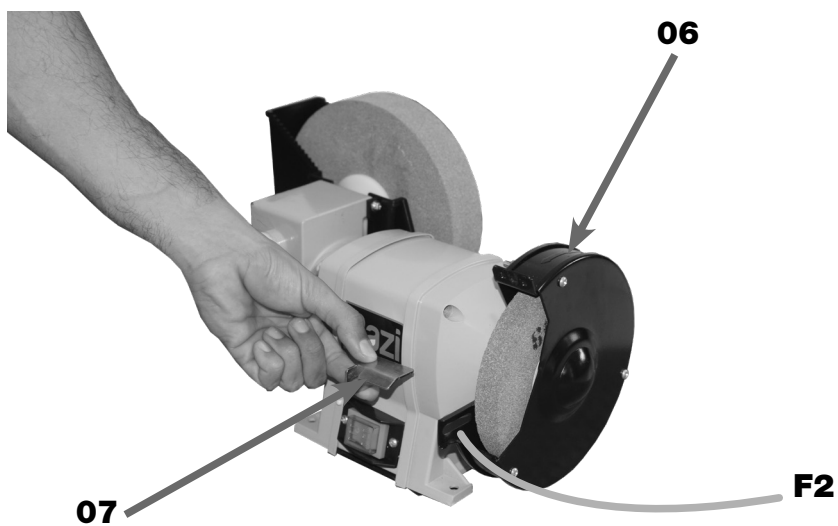

FIGURA 06 – Posicionamento da Base de Apoio
3. POSICIONAR a Base de Apoio (07) alinhada com o furo **F2** da Tampa de Proteção do Rebolo (06) (figura 06);
15. AJUSTAR a Base de Apoio (07) conforme descrito no procedimento anterior (figura 06 e 07).